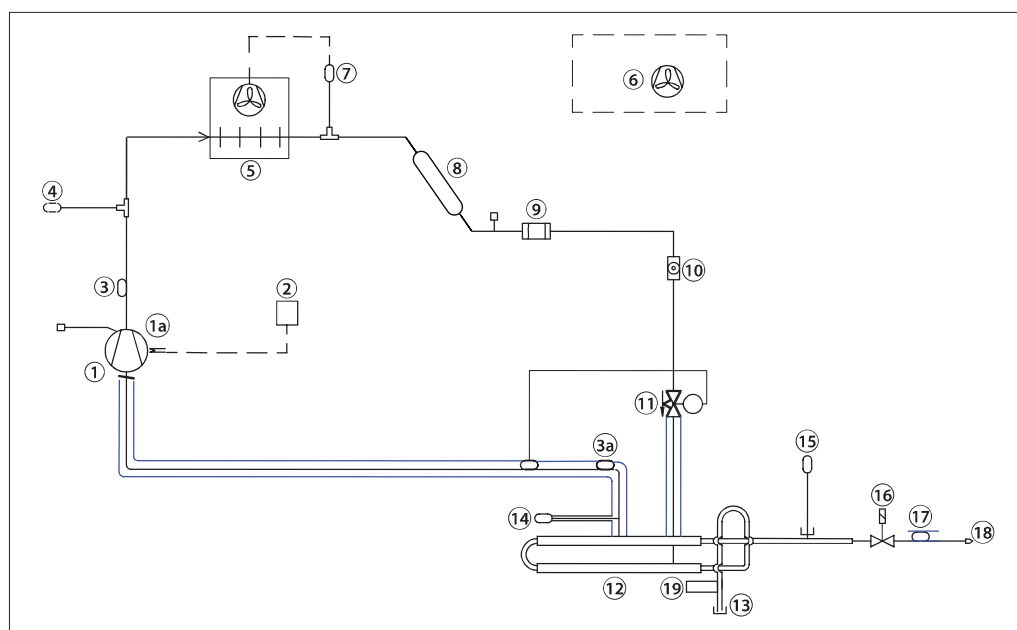

Fig. 1 Disposizione unità di spurgo R290
** Vedere Fig. 1 e Fig. 10a
L'unità di spurgo necessita solo di 1 connessione meccanica (vedere fig. 1). L'ammoniaca/i gas N.C. fluiscono dall'impianto principale tramite la flangia per ammoniaca (vedere 13 nella Fig. 1 sottostante), mentre i gas N.C. vengono spurgati tramite il tubo di sfiato a valle del restrittore di spurgo (18).